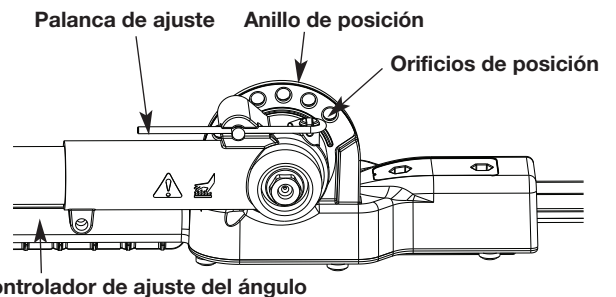

Fig. 4
1. Agarre la palanca de ajuste (Fig. 4) y empújela para desmontar el pasador de empuje del agujero en el anillo de posición.